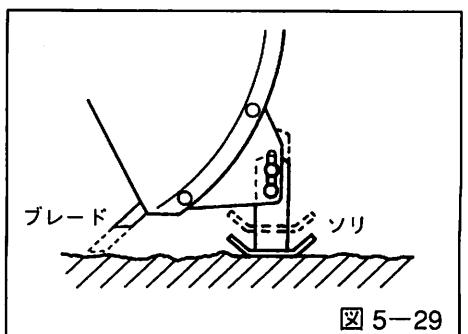

図 5-29
- 整地された路面、アスファルト路面を除雪する場合にはソリのボルトを緩めてソリを上に上げ、ブレードをソリと同じ高さにセットすれば、路面ストレスまできれいに除雪ができます。(図5-29参照)